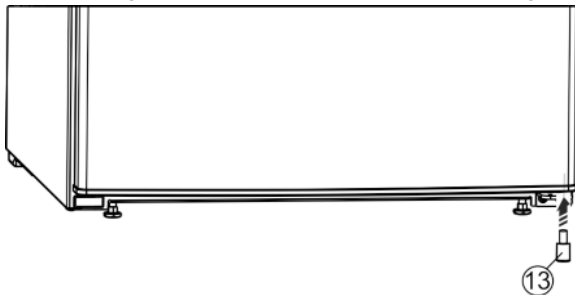

Fig. 6
- ▶ Volver a colocar el distanciador Fig. 6 (13) en la parte inferior derecha de la puerta, ya que es importante para la estabilidad del aparato.